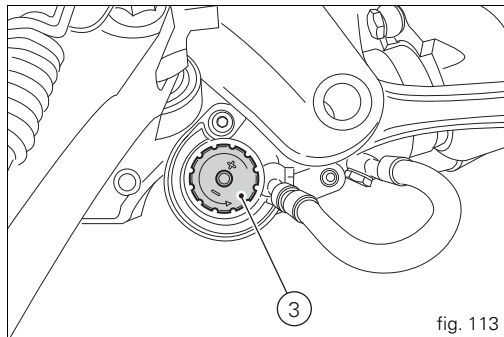

fig. 113
La molette (3, fig. 113), placée sur le vase d'expansion de l'amortisseur, règle le frein hydraulique en compression. En tournant dans le sens des aiguilles d'une montre les éléments de réglage (1) ou les molettes (2) et (3), on augmente le frein ou la précontrainte ; inversement, on le réduit.
Réglage STANDARD ; à partir de la position totalement fermée (sens des aiguilles d'une montre), desserrer : élément de réglage (1, fig. 111) de 12 déclics ; molette (2, fig. 112) COMPLÈTEMENT OUVERTE (sens inverse des aiguilles d'une montre) ; élément de réglage (3, fig. 113) de 25 déclics.